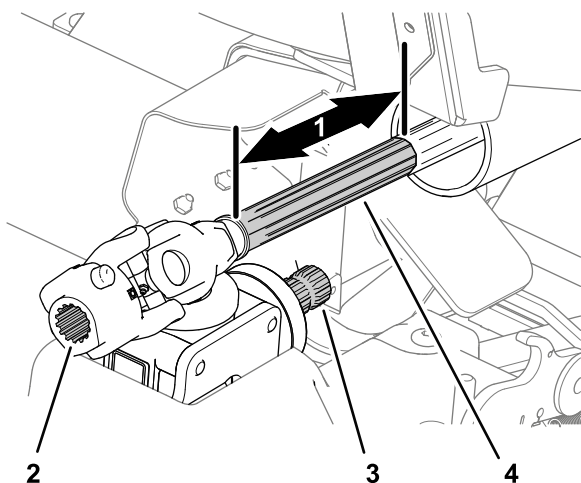

図 54
2. 駆動シャフトの前半分 **図 54**を前方に 25 cm ほど引き出す。
3. ギアボックスのシャフトのスプラインと駆動シャフトのスプラインをきれいにする **図 54**。
4. 前駆動シャフトの滑り面をきれいにする **図 54**。
5. ギアボックスのシャフトのスプラインとU ジョイントカップリングのスプライン **図 54**に固結防止コンパウンドを塗る。
6. 前駆動シャフトの滑り面に固結防止コンパウンドを塗る **図 54**。